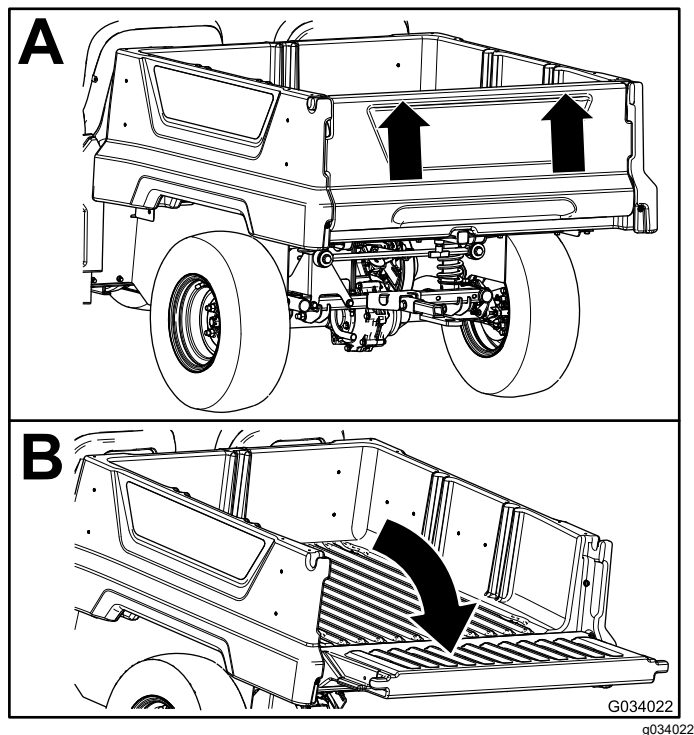

Figure 23
2. Utilisez les deux mains pour soulever le hayon en le prenant par le bord supérieur (Figure 23).
3. Abaissez le hayon jusqu'à ce qu'il soit au niveau du fond du plateau de chargement (Figure 23).